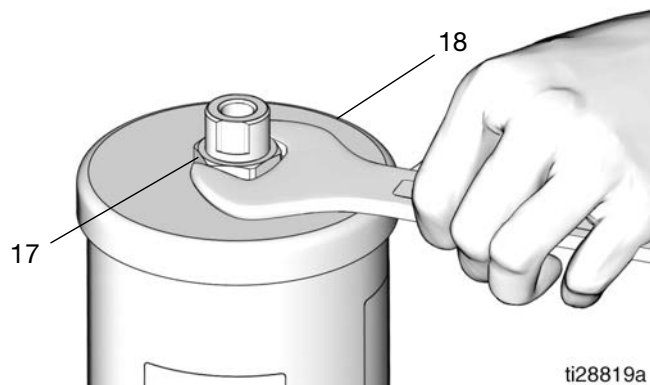

FIG. 13
9. **Juntas del depósito (10)**
La tapa (18) está accionada por muelle. Presione sobre la parte superior de la cubierta y, a la vez, utilice una llave para aflojar y quitar la tuerca (17) de la tapa del depósito (18) (FIG. 13).